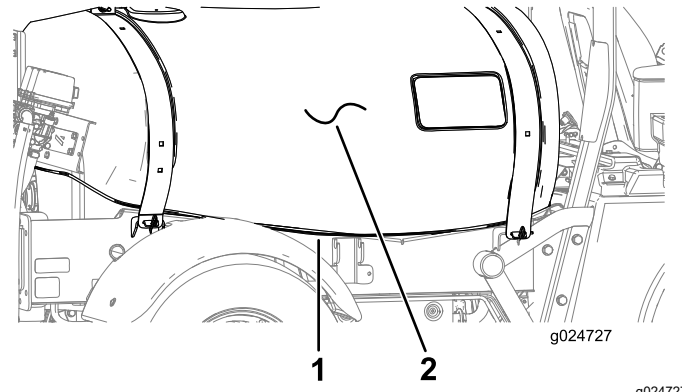

Figura 11
1. Encaminhe a cablagem ao longo do canal da estrutura direita junto do depósito (Figura 11).